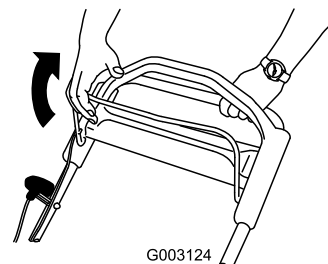

Figura 31
2. Tire de la barra de control de la cuchilla hacia el manillar (Figura 31).